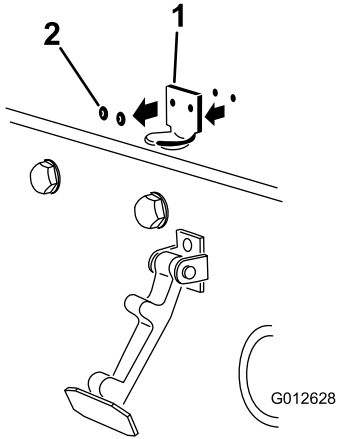

图 3
2. 拆下将机罩门锁支架固定至机罩的 2 个铆钉 图 3 然后从机罩上卸下机罩门锁支架。